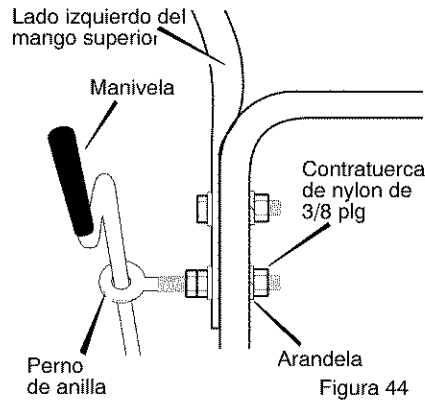

Figura 44
4. Retire los sujetadores y el perno de anilla de los agujeros inferiores del mango inferior. Vea la Figura 44.